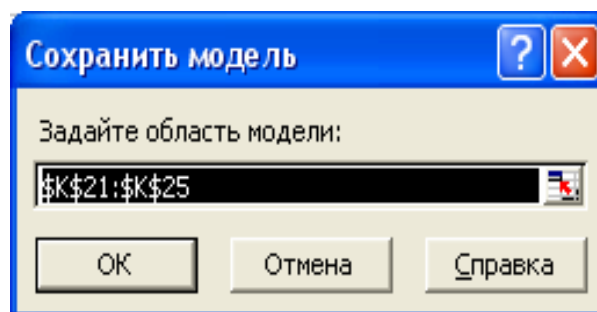

Рис. 18. Указание диапазона ячеек для сохранения параметров решения
- Нажать кнопку **Сохранить модель** (Save Model) — при этом появится окно для указания диапазона ячеек, в которых будут сохранены параметры модели (рис.18.).